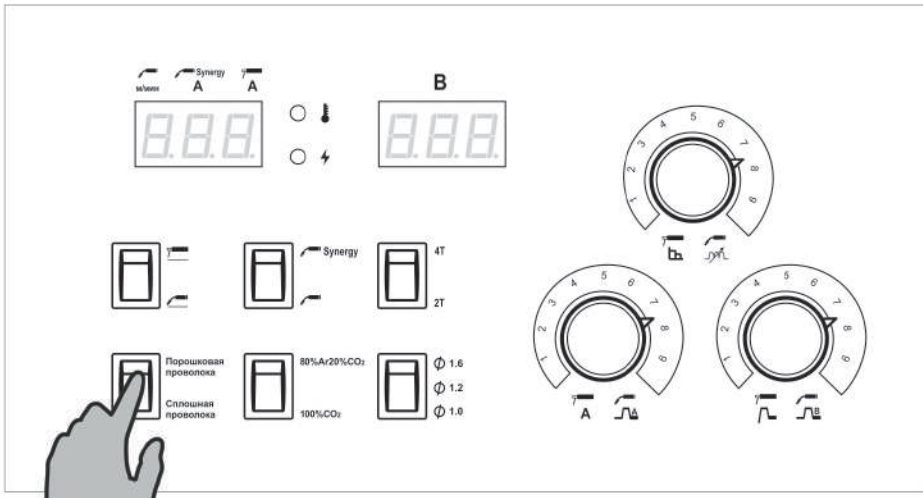

Рис. 8.5.3. Выбор типа проволоки.
3. Выберите тип проволоки (см. рис. 8.5.3). Сварочная проволока выбирается согласно требованиям технологической карты.